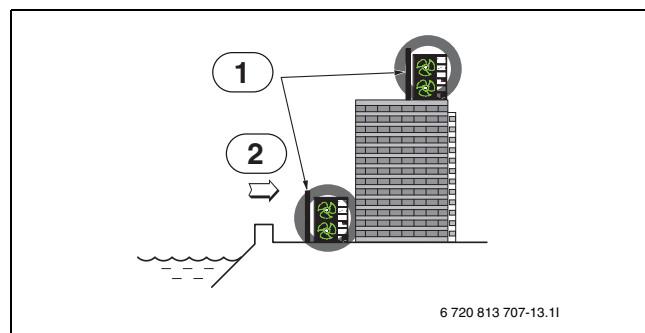

Fig. 14
- ▶ Hvis udeenheden opstilles på havsiden, skal der evt. etableres en læskærm for at beskytte mod havvinden (→ fig. 14).